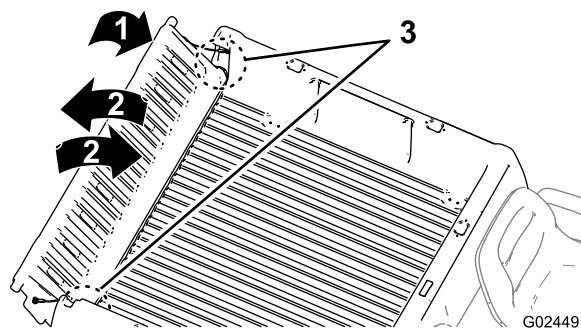

Figure 12
2. Faites pivoter le panneau arrière à environ 45° (Figure 12).
3. Faites pivoter le panneau arrière d'avant en arrière en l'agitant légèrement quelques secondes (Figure 12).